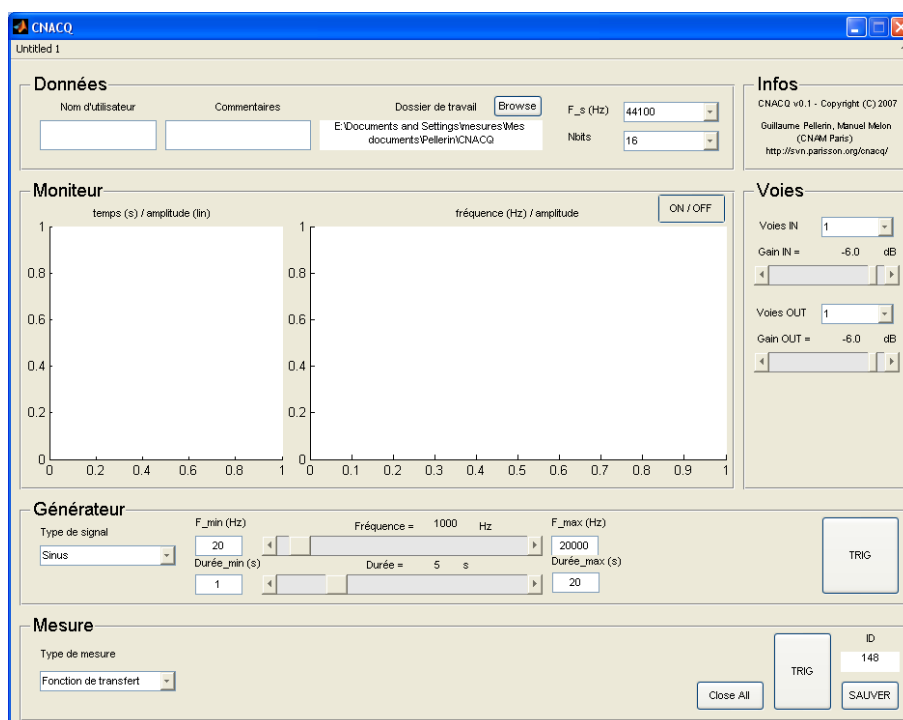

FIG. 1: Fenêtre de démarrage par défaut du logiciel CNAQ.
2. Exécuter le fichier CNAQ.m depuis le dossier décompressé de l'application CNAQ, par exemple C:\CNAQ. Avant de démarrer, l'application demande de fournir un dossier de travail. Ce dossier peut être vide mais doit exister (le créer dans l'explorateur si nécessaire avec un nom explicite) : il intégrera l'ensemble des fichiers sauvegardés pendant les mesures. Une fenêtre semblable à la figure 1 doit alors s'afficher.